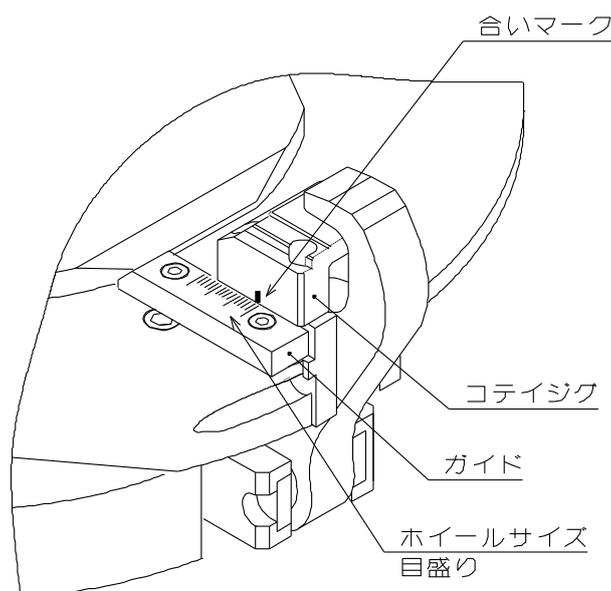

図 6
- ② 付属のレバー位置段取り替え用ハンドルをピンに差込んでセンタギヤを回転させ、目的のホイールサイズ的位置までレバーケースを移動させてください。固定治具の側面の合いマークを、左右のガイドに刻印されているホイールサイズ目盛りに合わせてください。この時、コテジグの合いマークが必ずホイールサイズ目盛内にあることを確認してください。(図 6 参照)
- ③ ①項と逆の要領で回り止めラックを押し込みます。この時、回り止めラックにはクリックストップがついていますので、この手応えがあるまで完全に押し込んでください。